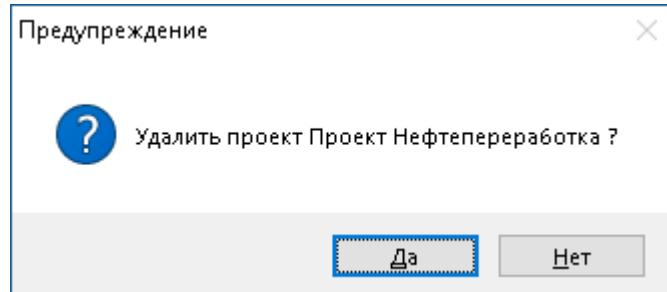

Рисунок 4.2.8 - Окно предупреждения для удаления проекта
- удаление описания свойств проекта. В появляющемся при этом окне «Предупреждение» (рисунок 4.2.8) при нажатии на кнопку «Да/Yes» происходит удаление проекта из списка проектов.